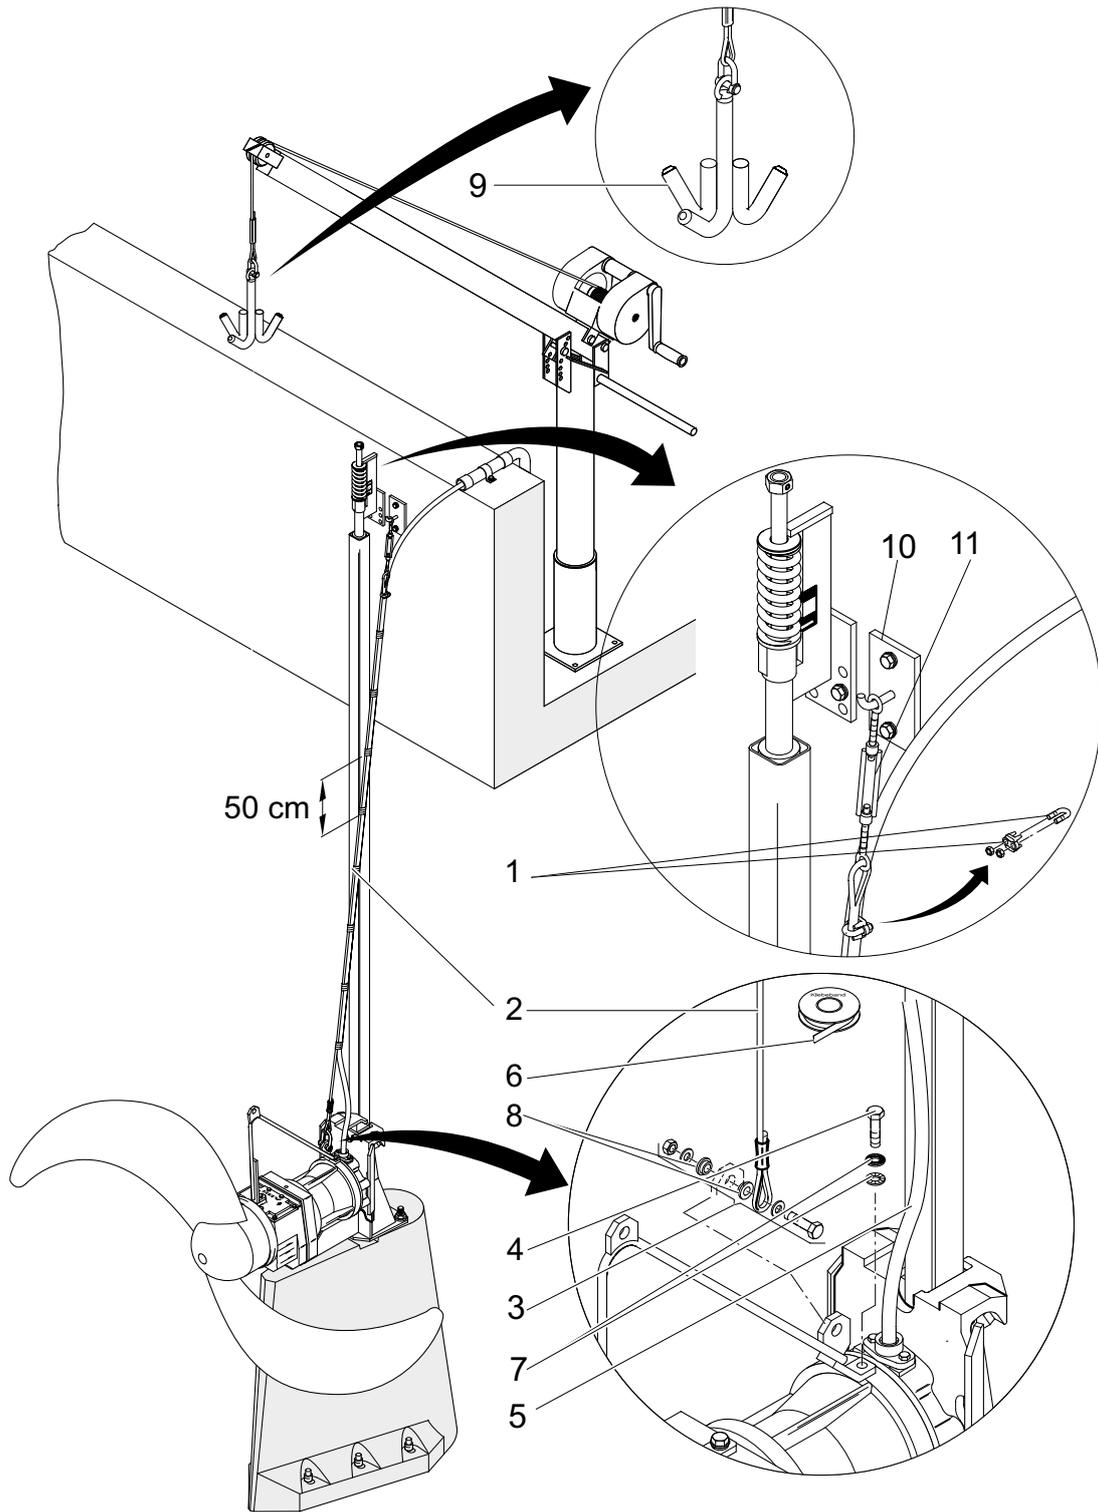

图 14. 电缆收紧钢丝绳的固定
- 按图14所示, 使用特殊胶带(14/6)在每隔50cm左右处将电缆绑在钢丝绳上。
- 设备连接电缆是否已正确绑在电缆绳索上并拉紧, 不会在水中摆动或被桨叶缠绕(详见5.6节中图14)?